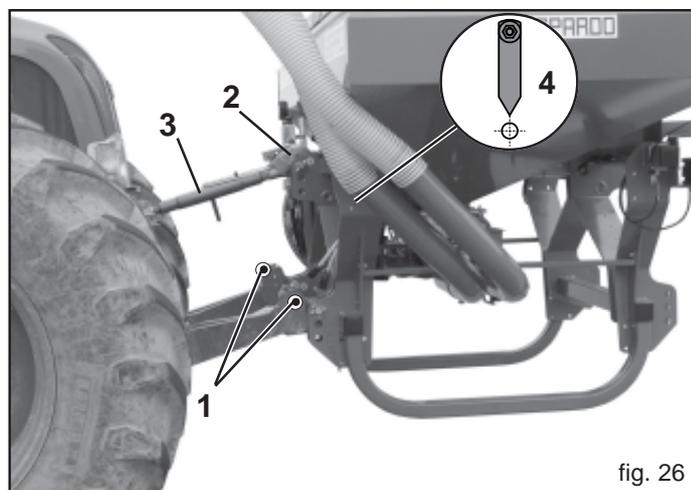

fig. 26
- 1) Accrocher les barres de l'élèveur aux pivots prévus à cet effet (1, Fig. 26). Bloquer par les goupilles à encliquetage.
- 2) Relier le troisième point supérieur (2, Fig. 26); bloquer la cheville par la goupille "ad hoc". Positionner le machine perpendiculairement au sol (4) par l'entretoise de réglage (3, Fig. 26).